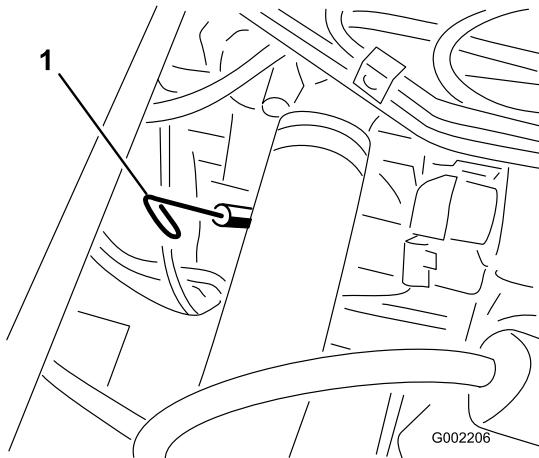

Figure 16
2. Retirez la jauge, située sous le siège du passager, et essuyez-la sur un chiffon propre (Figure 16). Remettez la jauge dans le tube en vérifiant qu'elle est enfoncée au maximum. Sortez de nouveau la jauge et vérifiez le niveau d'huile.